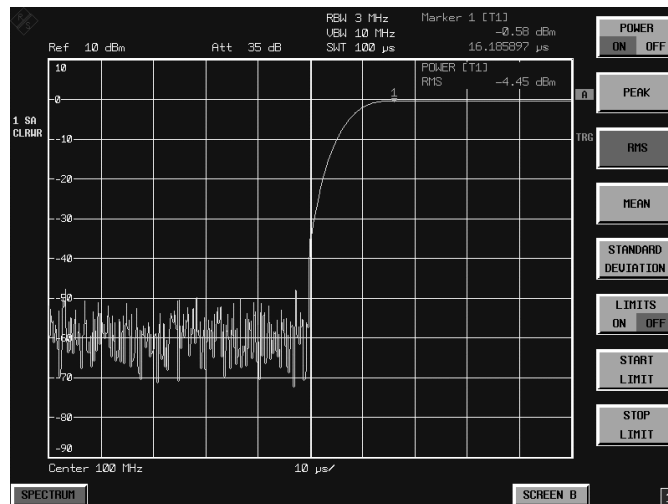

Рис. 2-47 Передний фронт GSM-пакета при высоком временном разрешении
Средняя и пиковая мощности отображаются в дБм. Также выводится и амплитудный коэффициент (*crest factor*), равный пиковой мощности - средняя мощность (см. рис. 2-47).
- Установите смещение триггера с помощью подстроечной ручки (против часовой стрелки) до фронта пакета в середине экрана или введите -50 мкс. FSU показывает передний фронт GSM-пакета (см. рис. 2-47)